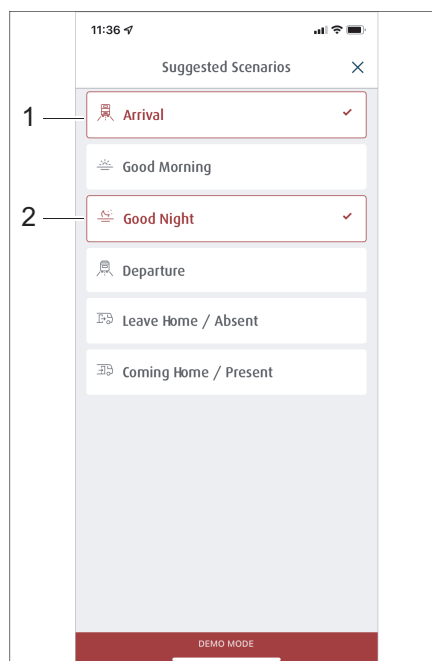

Bild 302 Val av färdiga scenarior
- Klicka på knappen för önskade scenarior, t.ex. *Ankomst* (Bild 302,1) och *God natt* (Bild 302,2).